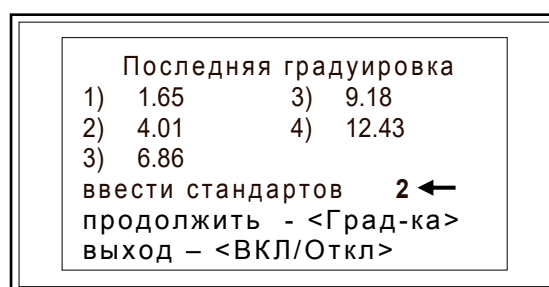

Рисунок 29
4.12.2.7 Выбрать кнопками «◀» или «▶» количество образцовых растворов, по которым будет проводиться градуировка (указывается в методиках измерения, наиболее часто используются два раствора). Оно отображается на табло после надписи «вести стандартов» (рисунок 29).